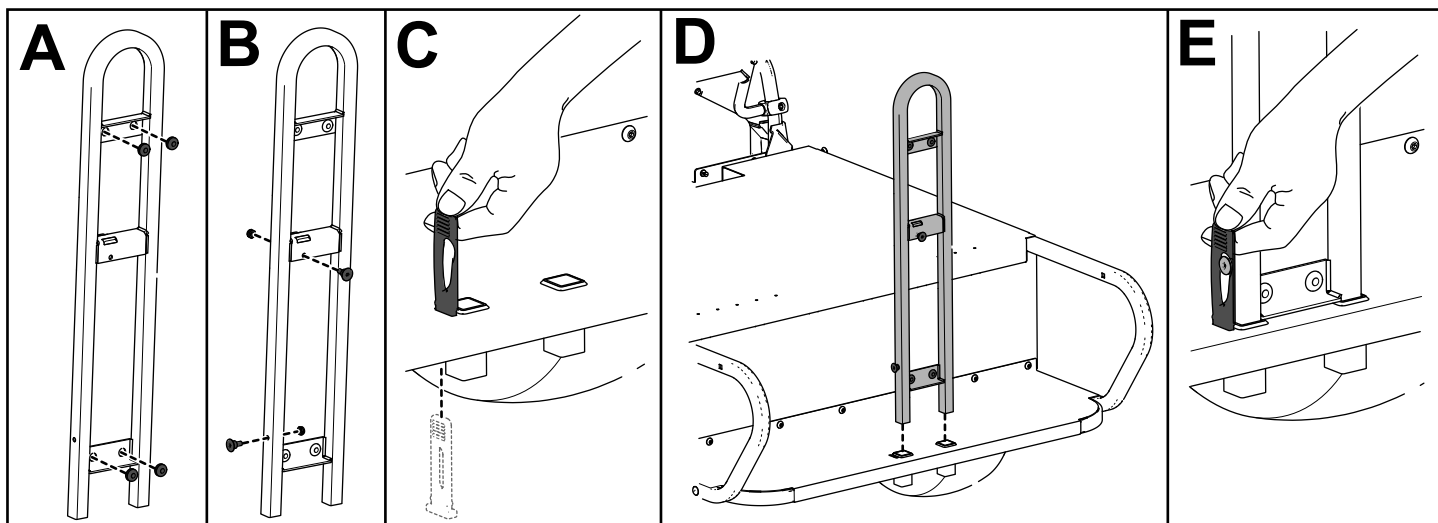

Figure 8
3. Montez 4 bagues en caoutchouc sur la poignée de siège arrière (A de Figure 8).
4. Montez 2 vis à tête fraisée ($\frac{1}{4}$ ") et 2 contre-écrous ($\frac{1}{4}$ ") sur la poignée de siège arrière (B de Figure 8).
5. Faites passer la sangle de maintien au bas du repose-pieds (C de Figure 8).
6. Montez la poignée de siège arrière sur le repose-pieds (D de Figure 8).
7. Fixez-la au repose-pieds en tirant la sangle de maintien vers le haut et en l'engageant sur la vis à tête fraisée (E de Figure 8).